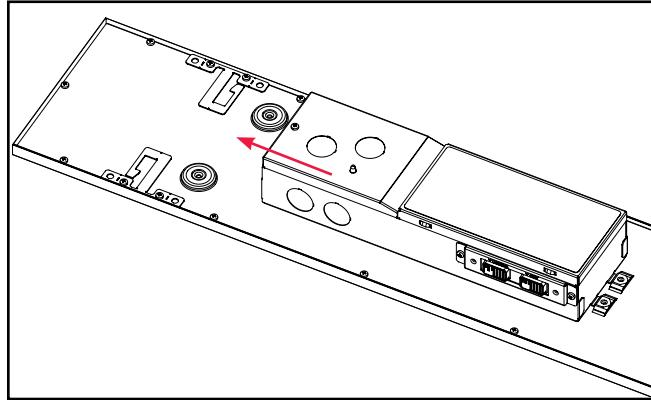

Figure 1.
3. Repérez le couvercle de la boîte de jonction du luminaire, retirez la vis et glissez-le afin de le retirer. (Figure 1.)